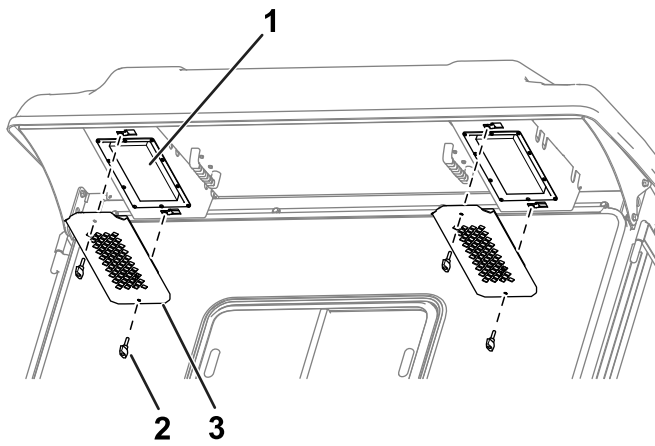

Bild 83
1. Entfernen Sie die Drehknöpfe und Roste vom hinteren Überhang der Kabine (**Bild 83**).
4. Verwenden Sie die Drehknöpfe und Roste, um die Filter in die Kabine einzubauen (Bild 83).